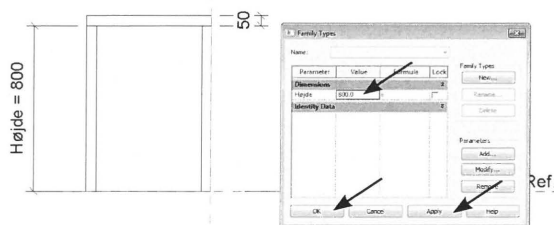

Fig. 06.18. Afprøv om parameteren nu virker efter hensigten i *Family Types*.
- Indtast evt. 800 ud for *Højde* (Fig. 06.18).
- Tryk *Apply* (Fig. 06.18).
- Tryk *OK* (Fig. 06.18).